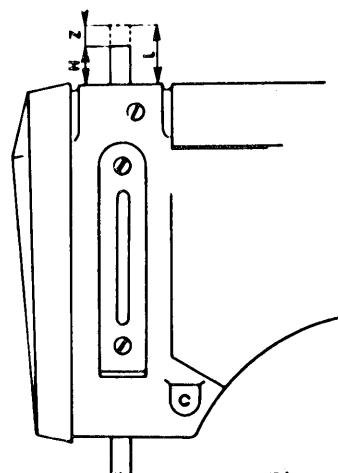

Fig. 6
- Portare la barra ago tutta in basso e misurare l'altezza H della parte sporgente (fig. 6).
- Fare avanzare il crochet verso sinistra e, quando la sua punta sfiora la tangente destra dell'ago (fig. 5), eseguire la misura di L (fig. 6).